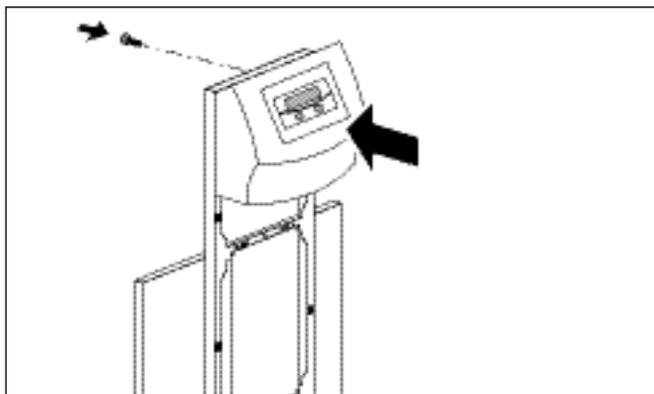

Fig. 6.23 Montage de la console de commande
- Emboîtez la console de commande dans les clips du châssis puis vissez l'unité de commande par l'arrière comme sur la fig. 6.23.